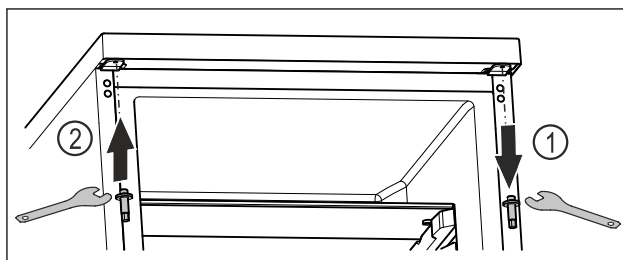

Fig. 18
- Draai de bovenste bout los met een inbussleutel. Fig. 18 (1)
- Draai de bout aan de andere kant vast met een inbussleutel. Fig. 18 (2)